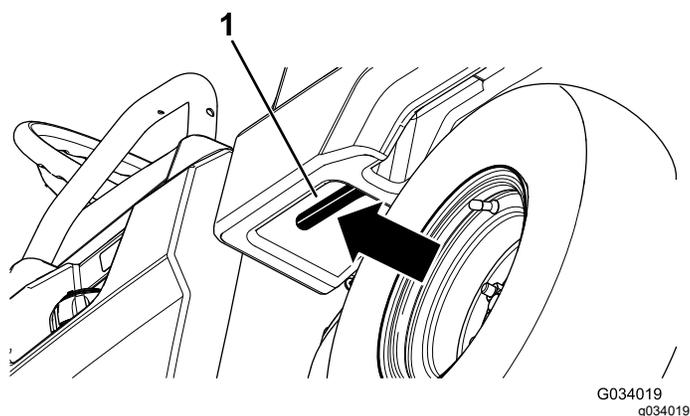

Figura 15
1. Tirate la leva a sinistra, all'interno del pianale, verso di voi e sollevate il pianale (Figura 15).
1. Sollevate leggermente il pianale alzando la leva del fermo (Figura 15).